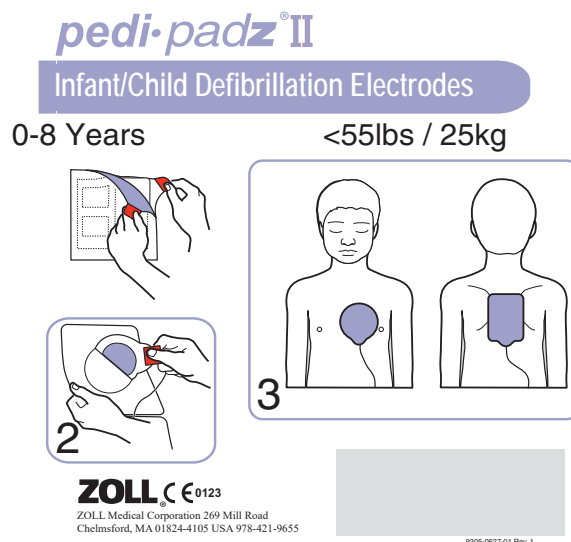

Figura 6: Colocación de Pedi-padz II
1. Rasgue el paquete de electrodos y despliegue el paquete interior para exponer los electrodos. Coloque los electrodos sobre la víctima como se indica en los gráficos del paquete (consulte la Figura 6).
2. Retire el electrodo redondo de la película protectora y colóquelo en el tórax de la víctima (como se muestra en la Figura 6).
4. Dele vuelta a la víctima para que esté boca abajo, luego retire el electrodo cuadrado de su película protectora y colóquelo en la espalda de la víctima (como se muestra en la Figura 6).